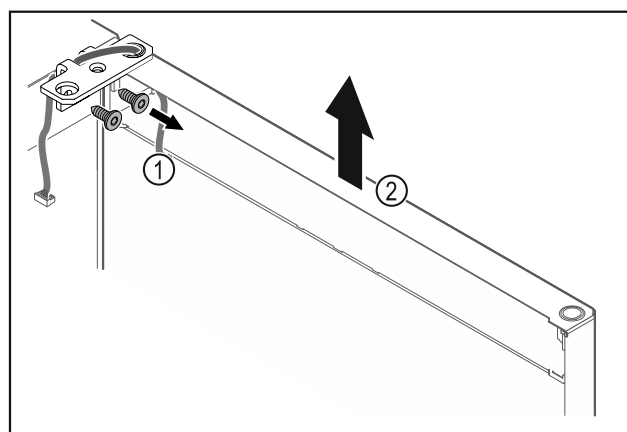

Fig. 26
- ▶ Odvrnite kutne šarke Fig. 26 (1).
- ▶ Dignite vrata s kutnim šarkama Fig. 26 (2) cca 200 mm ravno prema gore i skinite ih.